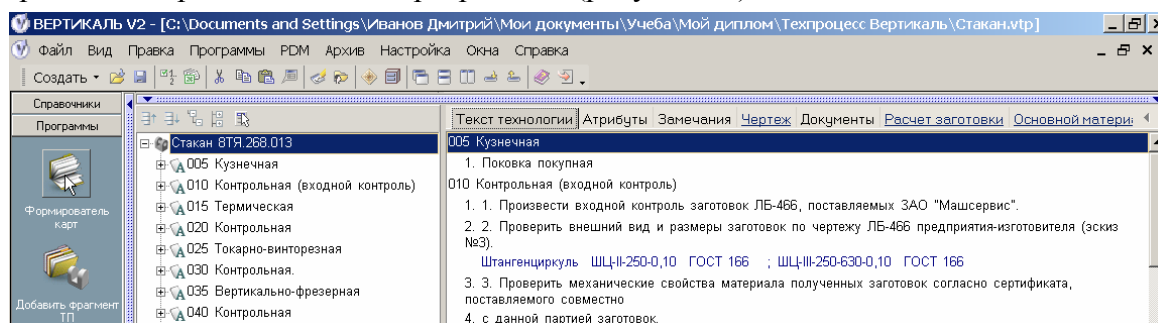

Рисунок 84 – Выбор формирования технологической документации
2.12.17 Таким образом, в САПР ТП ВЕРТИКАЛЬ спроектировали и оформили технологический процесс механической обработки детали «Стакан» с использованием основных возможностей данной системы. Для формирования технологической документации нужно нажать кнопку «Формирователь карт» на панели «Программы» (рисунок 84).